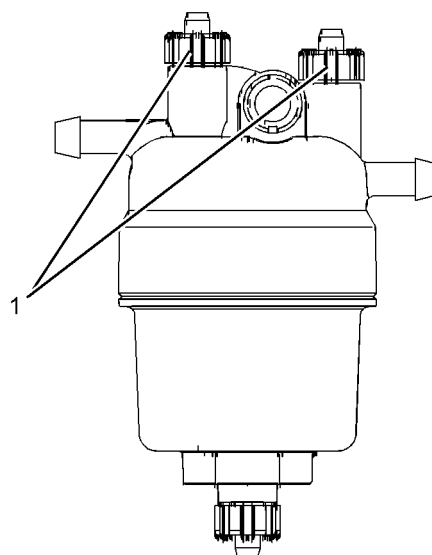

Рис. 49
Перед прокаткой топливных фильтров убедитесь, что воздух удален из фильтра грубой очистки. См. рисунок 49.
Убедитесь в отсутствии воздуха в фильтре грубой очистки. Ослабьте прокатные винты (1). См. рисунок 49. Поработайте топливоподкачивающим насосом. Когда через прокатной винт потечет топливо без воздуха, затяните прокатной винт.